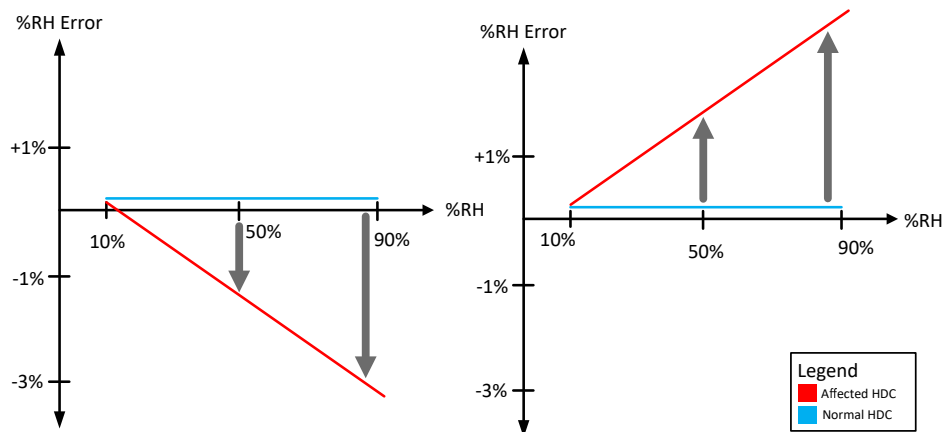

図 2-4. RH ゲイン誤差の例
- **RH ゲイン:**これは、湿度に対して一定でない RH 誤差のシフトを指します。例えば、正の RH ゲインは低湿度で RH 誤差が小さく、高湿度で RH 誤差が大きくなる一方、負の RH ゲインは低湿度で RH 誤差が大きく、高湿度で RH 誤差が小さくなります。図 2-4 に、RH ゲインの 2 つの例を示します。左側は負の RH ゲインの例で、右側は正の RH ゲインの例です。低い RH レベルではゲインシフトの影響はほとんど見られませんが、RH が上昇するにつれてその影響がより顕著になります。実際の多くの状況では、RH オフセットと RH ゲインを組み合わせることができます。